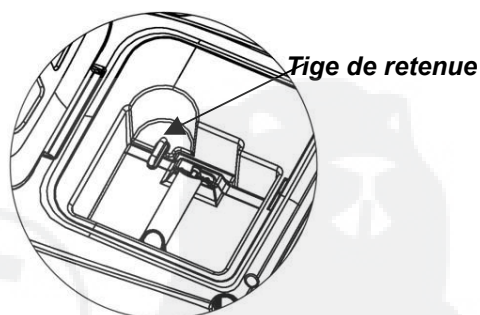

Figure 10
3. Retournez la tige de retenue de la batterie située sur le haut de celle-ci pour la fixer en position (*Figure 10*).